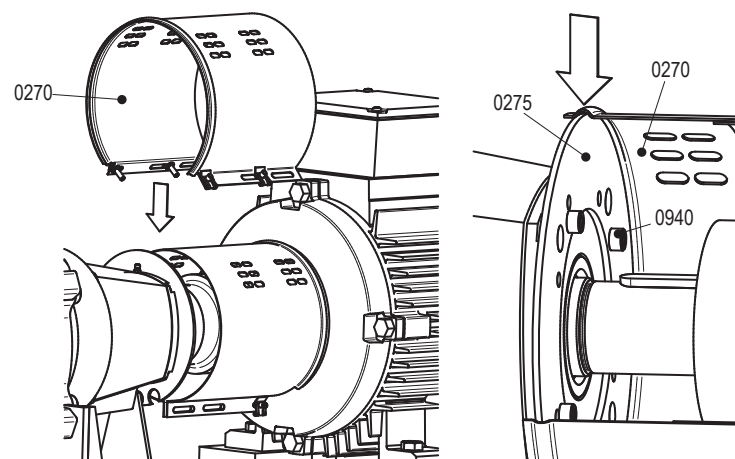

Figura 16: Instalação da cobertura do lado da bomba.
- 7 Desaperte os parafusos (0940) e remova a placa de montagem (0275) da tampa do rolamento (2115). Para as versões L5/L6: Desaperte os parafusos (0940) e remova a placa de montagem (0275) do apoio do rolamento (2840). Consulte o figura 16.
Para as versões L5/L6: instale a placa de montagem (0275) no apoio do rolamento (2840) com parafusos (0940). Consulte o figura 16.